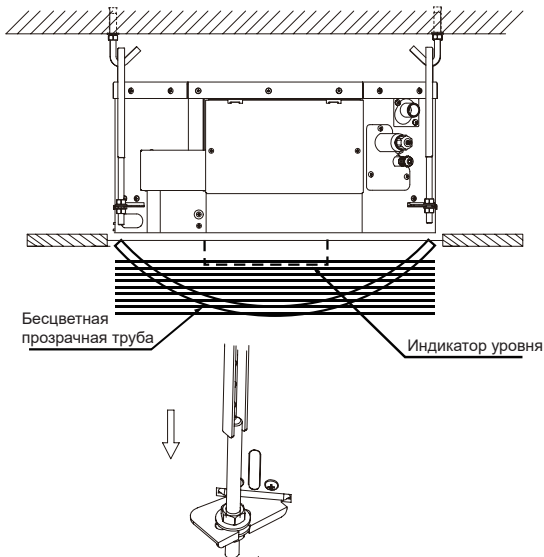

Рисунок 3.9
- С помощью монтажных крючков установите корпус блока в горизонтальном положении, чтобы избежать течи воды. Отрегулируйте уровень блока с помощью спиртового уровня или прозрачной, заполненной водой трубки. См. рисунок 3.9.